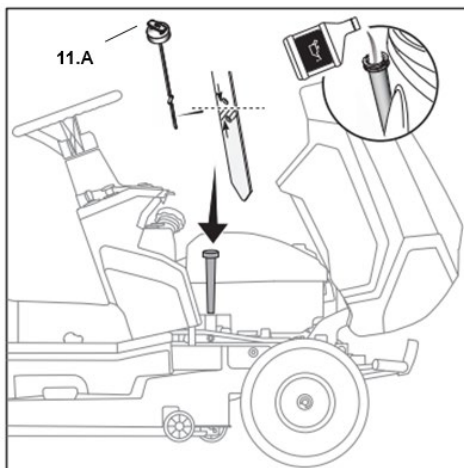

Fig.11
3. Retirar la varilla medidora (Fig.11). Retire el aceite restante de la varilla medidora.